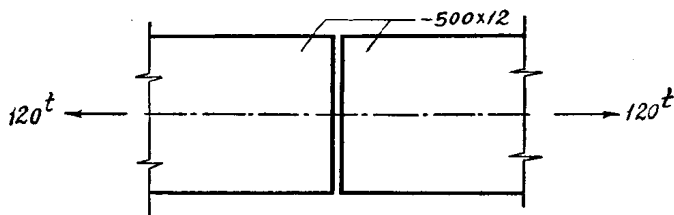

图 3
(1) 钢板尺寸及计算内力见简图 3;
(2) 钢材标号——3 号钢,